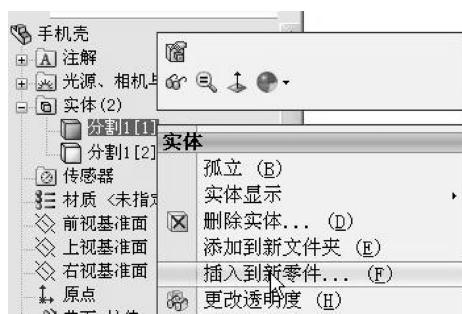

图 3-129 选择【插入到新零件】命令
- 04 还有一种生成新零件的方法：在【分割】属性管理器中只勾选【所产生实体】选项区中1、2，不指定实体的保存名称和路径，单击【确定】按钮 $\checkmark$ ，只分割零件，但不保存实体为新零件。然后右击特征设计树中【实体】文件夹中的【分割1[1]】，在弹出的快捷菜单中选择【插入到新零件】命令，如图3-129所示。在弹出的【另存为】对话框中设置新零件的名称和保存路径。